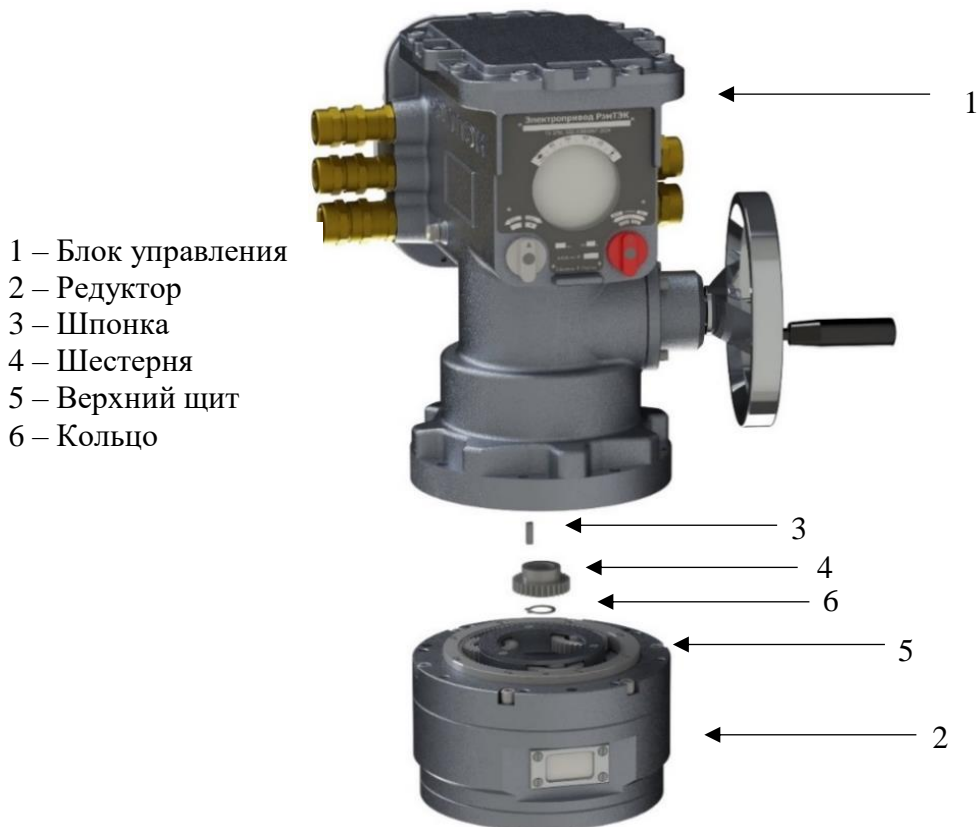

Рисунок 46 – Порядок замены редуктора
- с помощью шестерни (поз.4) Рис.46;